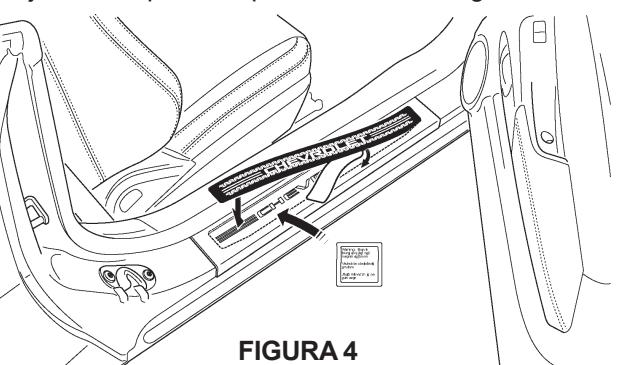

FIGURA 4
4. Centre la etiqueta del umbral en la cavidad y frote hacia abajo con un paño limpio. Consulte la figura 4.